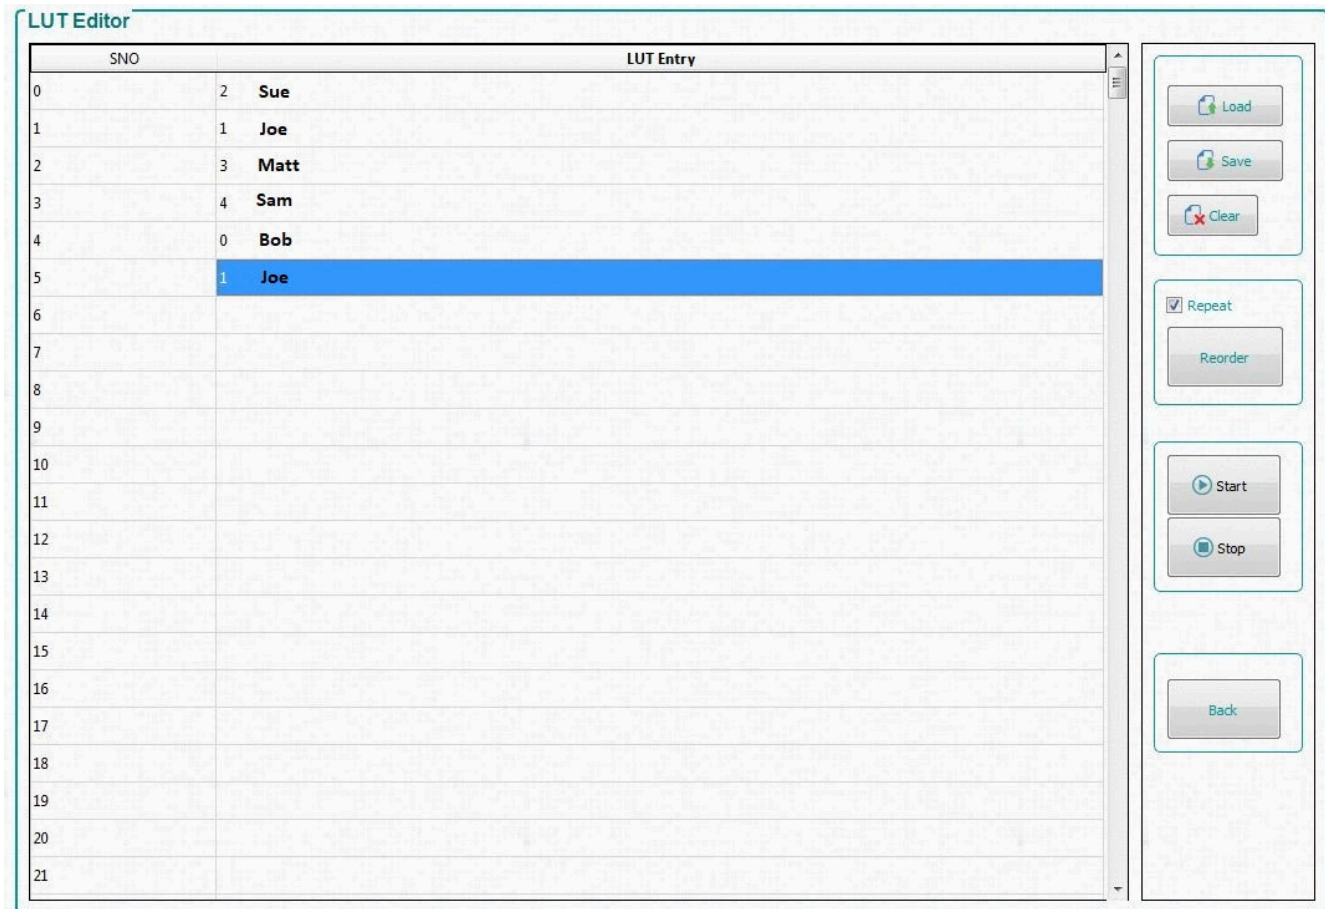
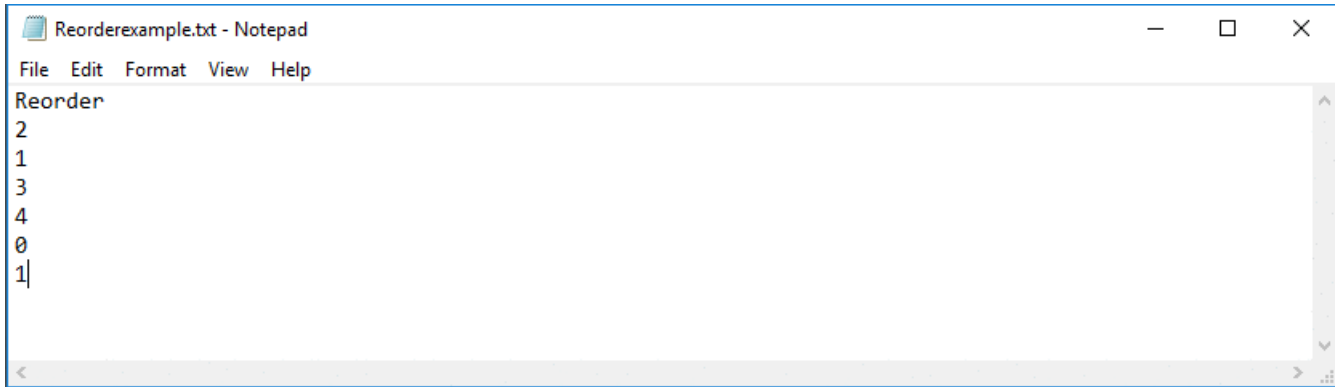

图 3-12. LUT 编辑器面板
图 3-13. 重新排序示例
LUT Editor 面板如图 3-12 所示，其中 *SNO* (即序列号) 列表代表图案显示时隙编号，这些编号取决于在 *Pattern Design* 选项卡中设置的顺序 (点击 *Update LUT* 之后)，如图 3-11 所示。然后，用户可以通过手动将所选择的图案编号输入到 *LUT entry* 列中的一行内或加载以 *Reorder* 为开头且后跟所需图案时隙数值的文本文件，从而对这些图案重新排序，如图 3-13 所示。
7. 点击 *Edit LUT* 按钮以打开 *LUT Editor* 面板，如图 3-12 所示。此面板最初打开时，*LUT Entry* 列为空。
8. 要对这些图案重新排序，请在 *LUT Entry* 第 1 行输入 2，然后依次输入 1、3、4、0 和 1，如图 3-12 所示。
13. 浏览到保存文本文件的位置，然后在文本编辑器程序中打开文件，如图 3-13 所示。
使用 GUI 界面时，每个图案都附带几项信息，对应于在原始 LUT 顺序中插入的时隙。因此，将图案重新排序到 LUT 中的不同时隙时，它会保留其原来分配的位信息、时间（曝光和暗时间）、LED 颜色和触发信息，而不是位于 LUT 中重新分配的时隙中的信息。例如，如果图案 3 包含一个用于开始用户执行的触发器输入（如图 3-11 所示），并被重新排序到间隙 2（如图 3-12 所示），则触发器输入现在位于 LUT 中的间隙 3 而不是间隙 0。
TI 建议通过以下方法来理解 *Edit LUT* 功能：如图 3-11 中图案上方所示给图案命名，然后，按棒球比赛中的击球顺序处理，这样更容易反映 *SNO* 列（新的击球顺序）中的时隙序号与插入 *LUT Entry* 列（击球者）中的图案之间的区别。例如，**Bob** 会保留与他的击球位置无关的击球统计数据（也就是位信息、时间、颜色、触发器），如果他原来是第一棒（图 3-11 中的间隙 0），但在新的击球顺序中被移到第五棒（在图 3-12 中为重新排序后的 LUT 条目 4），他会保留他所有的属性。唯一的区别是，在他前面的四个击球者（图案）（**Sue**、**Joe**、**Matt** 和 **Sam**）击球之前，他不会击球（即不会显示）。另请注意，在我们的示例中，**Joe** 按新的击球顺序击球了两次（*SNO* 2 和 5）。只有一个 **Joe**，在新的击球顺序中击球了两次。同样，原图案列表中的图案可以在重新排序后的显示器 LUT 中多次显示，而无需在 DLPC900 存储器中添加或删除任何图案。因此，就系统存储器而言，LUT 只有在使用 *Update LUT* 功能时才会发生变化，而在使用 *Edit LUT*（重新排序）功能时不会发生变化，如图 3-11 所示。